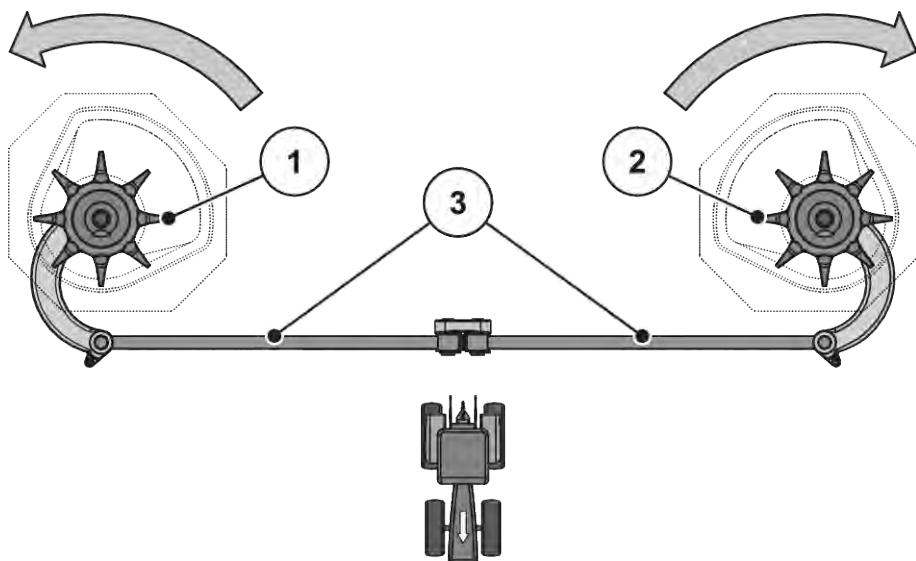

Рис. 60: Проверка привода мешалки
► Поверните рукой головку мешалки **в направлении вращения разбрасывающего диска**. См. Рис. 60 Проверка привода мешалки.
► Поверните головку мешалки с усилием рукой или с помощью ленточного ключа для масляного фильтра **против направления вращения разбрасывающего диска**. см. Рис. 60 Проверка привода мешалки